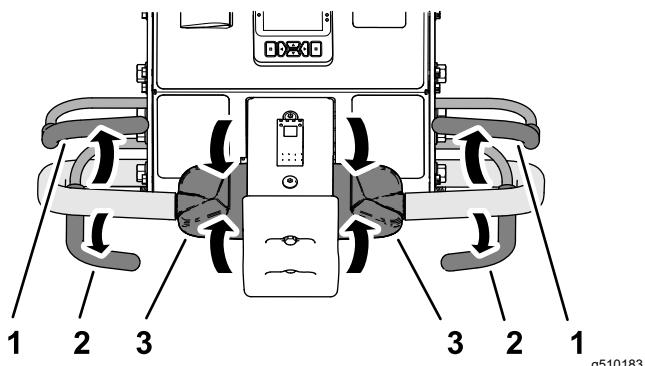

Figura 79
- Si está realizando tareas de aireación, suelte la barra de aireación (Figura 79) para elevar el cabezal de perforación; consulte Elevación del cabezal de perforación (página 50).